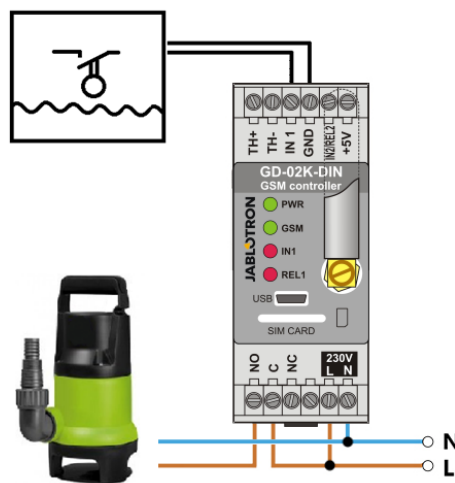

Figure 3 : Surveillance du niveau d'eau maximal dans un réservoir avec une vidange automatique de l'eau en utilisant une pompe à eau.
- Ce diagramme montre la connexion du capteur de niveau aux entrées IN1 et GND. La sortie de puissance REL1 commutera sur 230 V pour alimenter la pompe à eau, voir la figure 3.